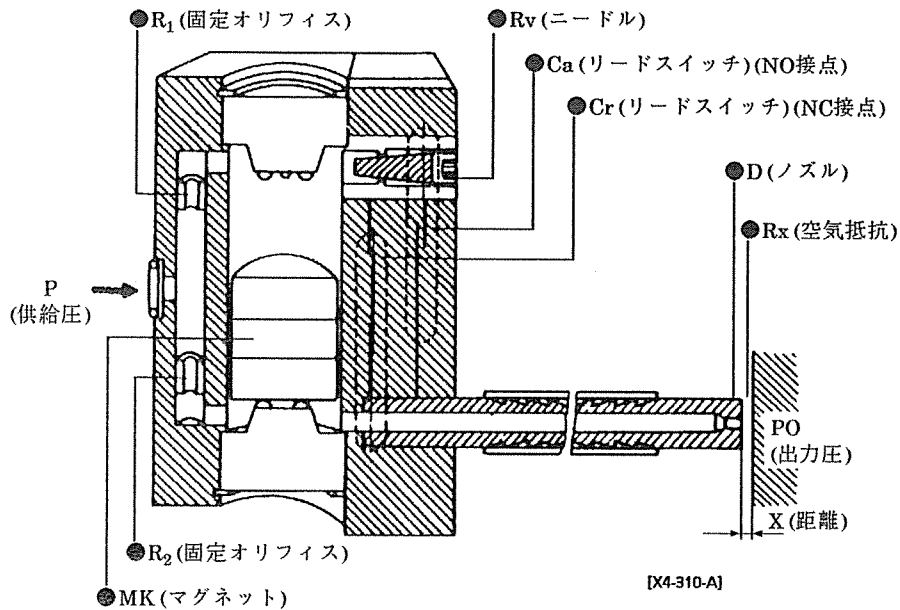

Fig.1
- 2) これを図示すれば、Fig.1・2およびFig.3のように、電気回路の固定抵抗 $R_1 \cdot R_2$ は空気回路の固定オリフィス $R_1 \cdot R_2$ に相当し、電気回路の可変抵抗 $R_v \cdot R_x$ は、空気回路の可変オリフィス R_v とノズル～供試体間の距離 X の変化によって生じる空気抵抗 R_x に相当します。